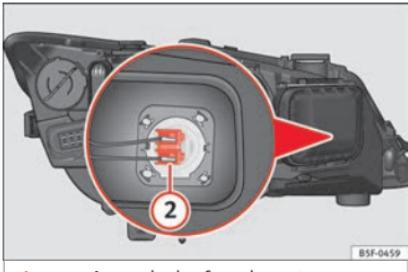

Fig. 109 Ampoule des feux de route.
- Appuyez sur le connecteur »» fig. 109 ② vers la gauche ou la droite et tirez.